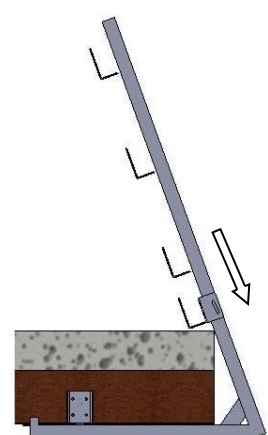

fig. 7
- Posizionare la staffa inferiore ad "L" aderente alla superficie di lavoro o comunque nella posizione più bassa possibile, (fig.7 a pag 9) (rispettando la condizione della norma ossia che lo spazio tra il piano di calpestio ed il bordo inferiore del fermapiede non deve essere superiore a 20 mm), quindi bloccarla facendo scorrere la vite in dotazione verso il basso all'interno dell'asola ;